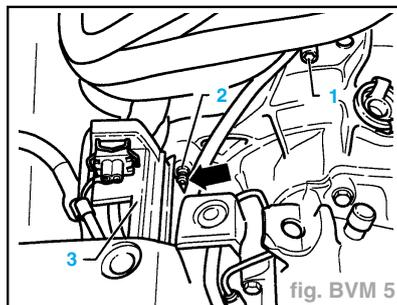

fig. BVM 5
- Déposer la tresse de masse de la vis de raccordement du moteur/de la boîte de vitesses en haut (1) (fig. BVM 5).